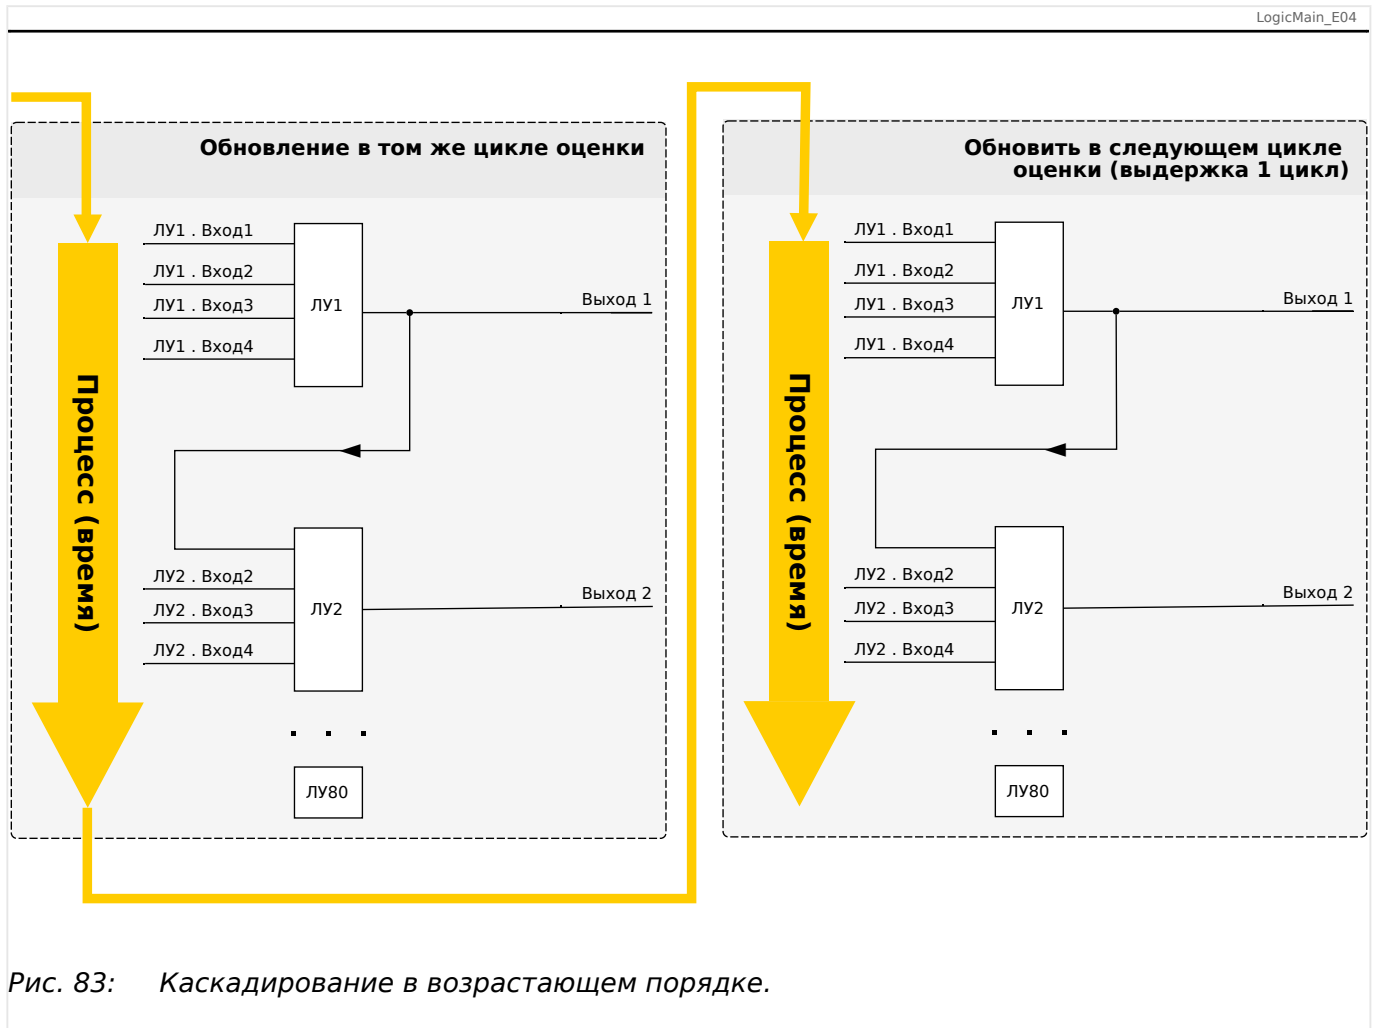
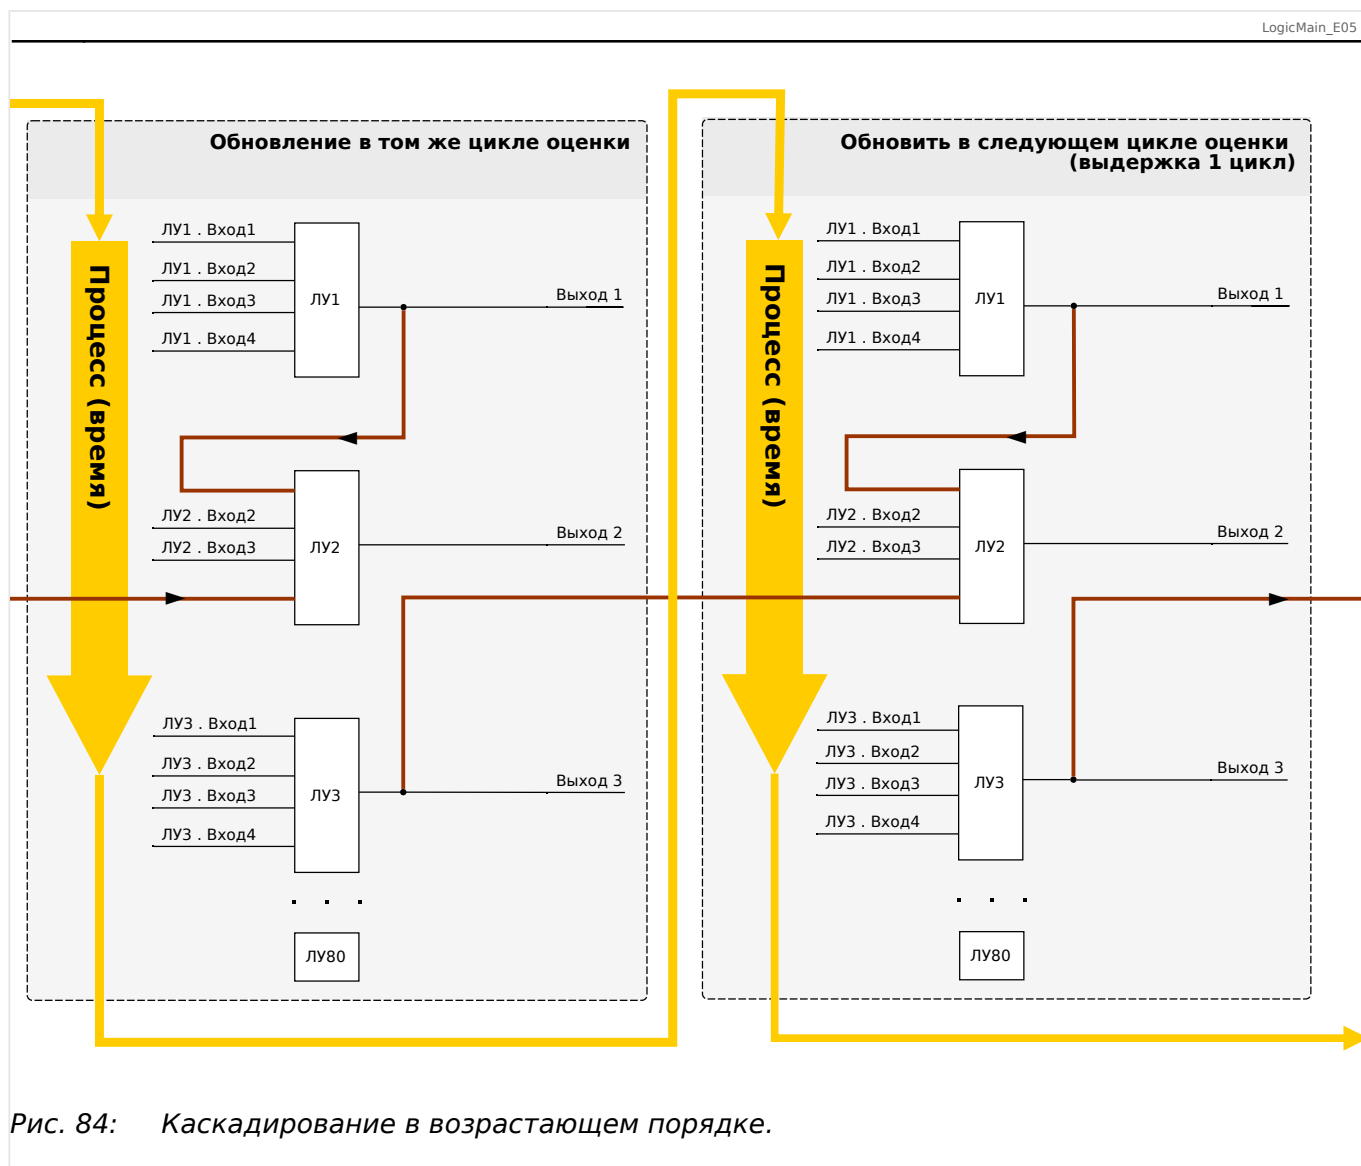

Рис. 83: Каскадирование в возрастающем порядке.
Рис. 84: Каскадирование в возрастающем порядке.
- **Возрастающий** порядок означает, что некий выходной сигнал поступает на вход одного из логических уравнений с **более высоким** номером. На приведенном ниже графике  Рис. 83 приводится пример, когда результат логического уравнения ЛУ1 используется в качестве входного сигнала для логического уравнения ЛУ2.
- **Нисходящая** последовательность означает, что некий выходной сигнал поступает на вход одного из логических уравнений с **меньшим** номером. На графике  Рис. 84 приводится пример, когда результат логического уравнения ЛУ3 используется в качестве входного сигнала для логического уравнения ЛУ2.
И возрастающий, и убывающий порядки можно не только использовать, но и комбинировать, при этом разница будет заметна не сразу. Однако, как показано в разделах  Рис. 83 и  Рис. 84 ниже, благодаря определению состояний всех уравнений в возрастающем порядке фактические рабочие значения, поступающие на вход любого из них, будут иной степени зрелости.
В представленном выше примере  Рис. 84 для «логического уравнения 2» используются состояния выходов двух других уравнений — «логического уравнения 1» и «логического уравнения 3». Результат «логического уравнения 1» используется в возрастающем порядке и, следовательно, определен в ходе того же рабочего цикла. Результат «логического уравнения 3» используется в убывающем порядке и, следовательно, определен в ходе предыдущего рабочего цикла.